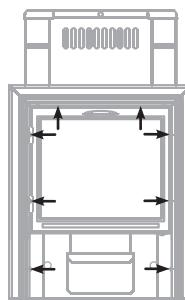

Рисунок 8. Винты для демонтажа дверки при монтаже печи «Тунгуска Витра»
1) открутить саморезы 8 шт., которыми прикрепляется дверка с рамкой к топливному каналу и снять ее; (см. рисунок 8)